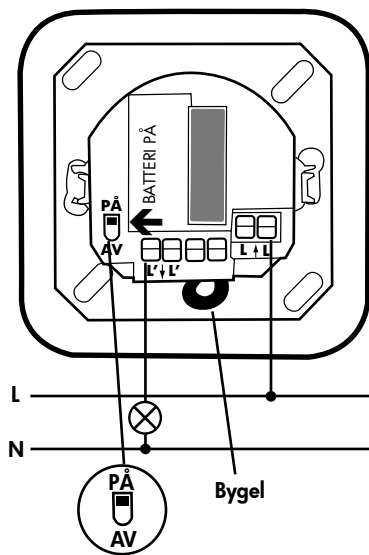

Fig. 4
- Anslut detektorn enligt bestämmelser och enligt kopplingsschemat (Fig. 4).